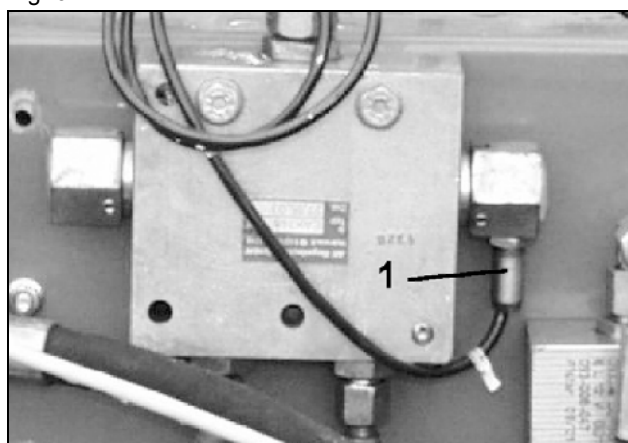

Fig. 63
- cu marcatoare de urmă de la senzori (Fig. 63/1) la schimbarea marcatorului de urmă